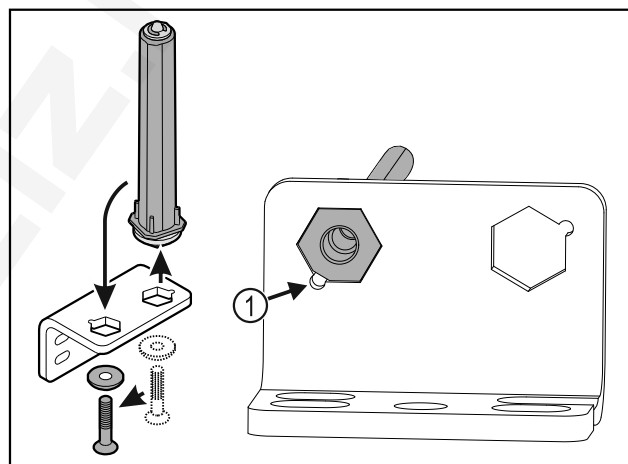

Fig. 22
- ▶ Ügyeljen arra, hogy felhelyezéskor a csapszeg élettörése Fig. 22 (1) a kerek furat felé mutasson.